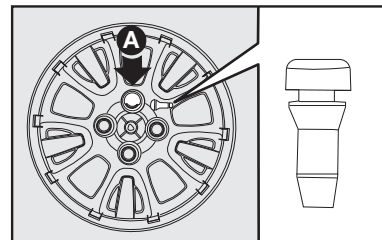

fig. 7
8) Coloque a presión la taza de la rueda en la llanta, haciendo coincidir el símbolo , grabado en el interior de la taza, con la válvula de inflado; de esta forma, el orificio más grande de la taza **A**-fig. 7 pasará a través del tornillo colocado anteriormente.